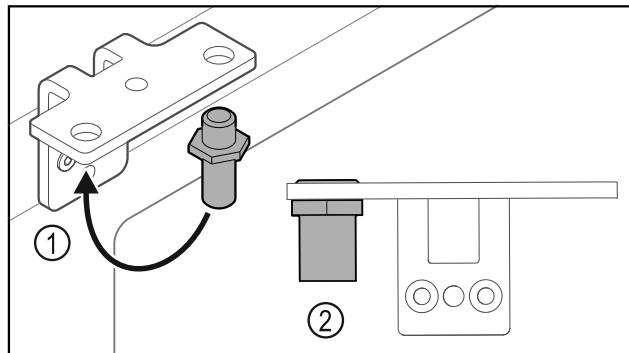

Fig. 36
- ▶ Premiestnite čap Fig. 36 (1) v uholníku závesu.
- ▶ Utiahnite čap Fig. 36 (2) **utáhovacím momentom 12 Nm.**